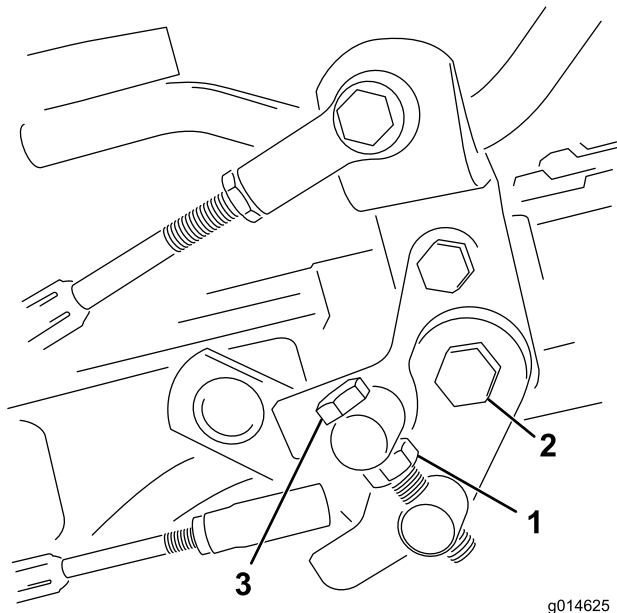

図 51
1. トラニオンボルトのジャムナットをゆるめる 図 51。
4. トラニオン・ボルトのジャムナット、およびペダル・ピボットのナットを締め付けて調整を固定する 図 51。調整を確認し、必要に応じて再調整する。